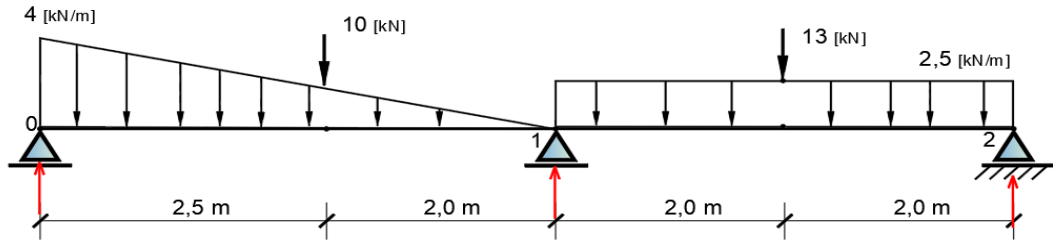

Figura 14. Viga hiperestática com dois vãos e carga triangular no primeiro vão.
1.3.9 Exercício 9: Calcular e desenhar diagrama dos esforços seccionais de viga contínua ilustrada na Figura 14.